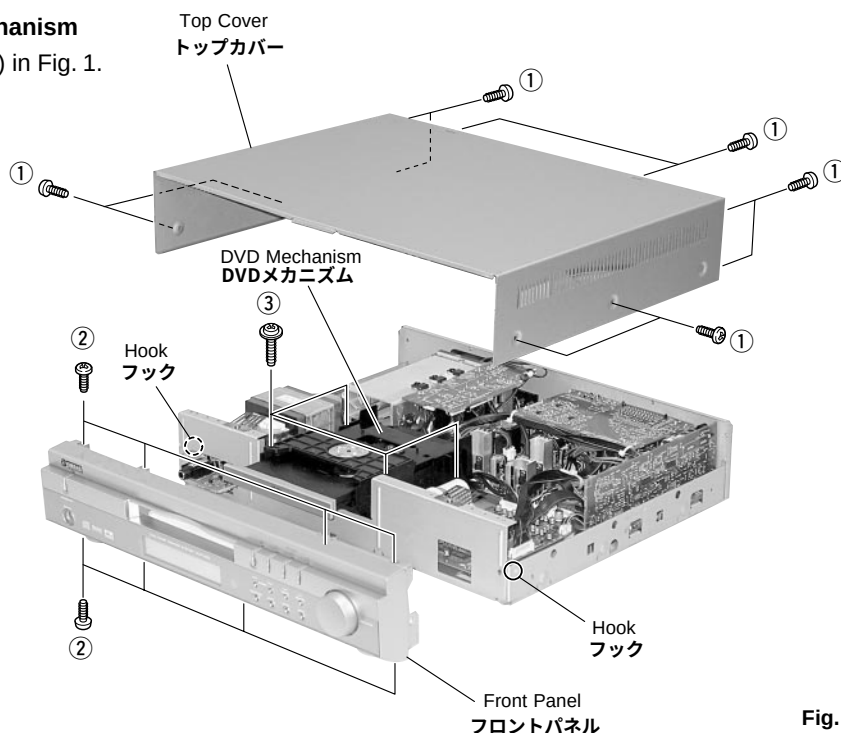

Fig. 1
- Remove 10 screws (①) in Fig. 1.
- Remove the Lid in Fig. 1.
- Remove 8 screws (②) in Fig. 1.
Remove 4 screws (③) in Fig. 1.
- ①のネジ10本を外します。(Fig. 1)
- ②のネジ8本を外します。(Fig. 1)
- フック2ヶ所を外し、フロントパネルを前方に外します。(Fig. 1)
③のネジ4本を外します。(Fig. 1)